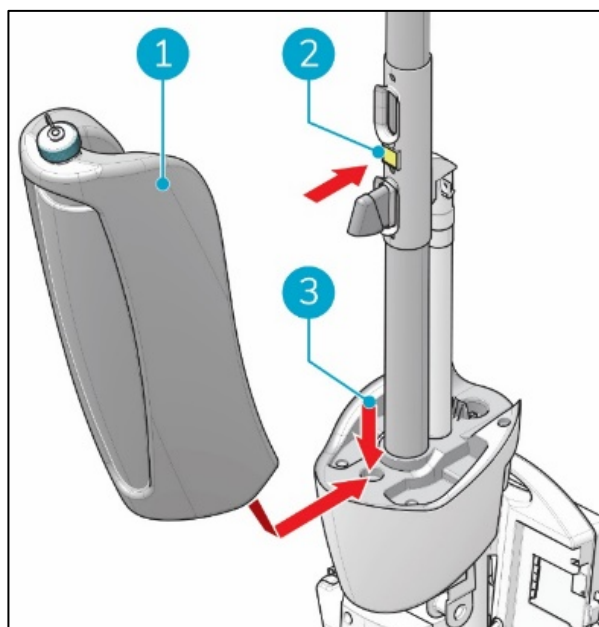

Figure 11
1. Placez le fond du réservoir de récupération (Figure 11, pos 1 et pos 3) sur le devant de l'i-mop® XXL basic.
2. Poussez le haut du réservoir en place jusqu'à ce que vous entendiez un « clic », l'aimant (Figure 11, pos 2) verrouille le réservoir de solution en place.